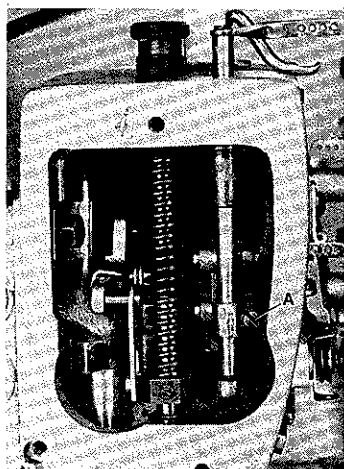
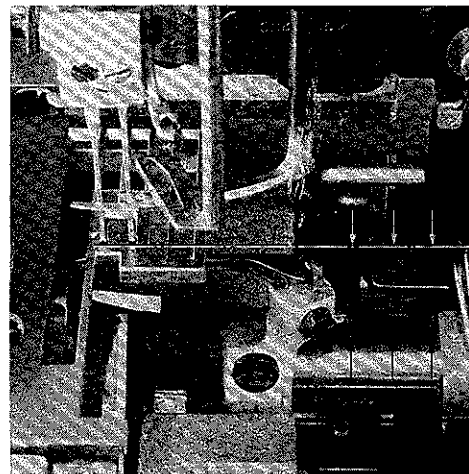
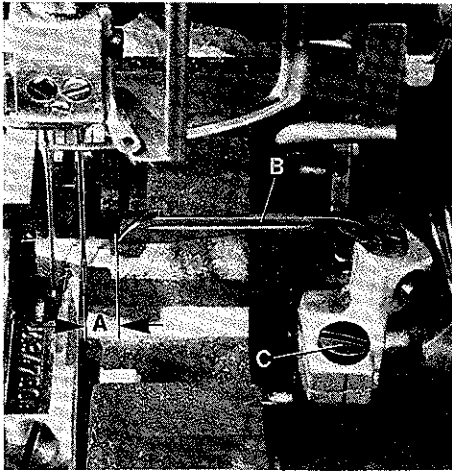
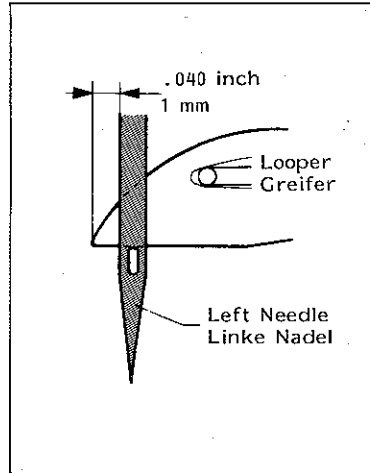

Fig.16
Fig.17
Fig.18
Fig.19
3. Loosen screw (A, Fig. 16) and turn needle bar as required, so the needles center in the needle holes of throat plate and are parallel to the looper shaft (see Fig. 17). This can be checked by holding a ruler against the needles.
4. Retighten screw (A, Fig. 16).
Turn the pulley until the looper (B, Fig. 18) is at its farthest position to the right. In this position the distance (A, Fig. 16) from the center of the right needle to the point of looper should be 4,8 mm (3/16 in.) on the two-needle 8, 10 and 12 gauge styles and 4,0 mm (5/32 in.) on the three-needle 16 gauge styles. Looper gauges No. 21225-3/16 and No. 21225-5/32 can be used advantageously in making this setting.
The height of needle bar is correct, when the looper point at its travel from right to left is 1 mm (.040 in.) left of the left needle (see Fig. 19) and the top of the needle eye is flush with the underside of the looper. For adjustment loosen screw (A, Fig. 16) and move needle bar up or down as required. Retighten screw (A).
\* The needle bar can also be aligned and set to height without removing the Metering Device. For this, remove plug (Q, Fig. 57) in the head cover plate to have access to screw (A, Fig. 16) in the needle bar connection. Remount the plug.
3. Lösen Sie die Schraube (A, Fig. 16) und drehen Sie die Nadelstange so, daß die Nadeln mittig in die Stichlöcher der Stichplatte einstechen und parallel zur Greiferwelle stehen (siehe Fig. 17). Dies kann durch Anlegen eines Lineals an die Nadeln geprüft werden.
4. Ziehen Sie die Schraube (A, Fig. 16) wieder an.
Drehen Sie am Handrad bis der Greifer (B, Fig. 18) in seiner rechten Einstellung ist. In dieser Stellung muß der Abstand (A, Fig. 18) zwischen Mitte rechter Nadel und Greiferspitze 4,8 mm (3/16 in.) bei den Zweinadel 8, 10 und 12 gauge Maschinen und 4,0 mm (5/32 in.) bei den Dreinadel 16 gauge Maschinen sein. Die Greifereinstelllehren Nr. 21225-3/16 und Nr. 21225-5/32 erleichtern diese Einstellung.
Die Nadelstangenhöhe ist richtig eingestellt, wenn die Greiferspitze bei ihrem Weg von rechts nach links 1 mm links der linken Nadel steht (siehe Fig. 19) und Oberkante Nadelöhr und Unterkante Greifer in gleicher Höhe stehen. Lösen Sie für diese Einstellung die Schraube (A, Fig. 16) und schieben Sie die Nadelstange nach Bedarf nach oben oder unten. Ziehen Sie die Schraube (A) wieder an. Beachten Sie, daß bei dieser Einstellung die Nadelstange nicht verdreht wird.
\* Die Nadelstange kann auch ohne Abbau der Zumeßeinrichtung (Metering Device) ausgerichtet und auf die Höhe eingestellt werden. Entfernen Sie dazu den Verschlußstopfen (Q, Fig. 57) in der Kopfdeckelplatte, damit die Schraube (A, Fig. 16) im Nadelstangen-Mitnehmer zugänglich wird. Montieren Sie den Verschlußstopfen wieder.
For adjustment loosen clamp screw (C, Fig. 18) and rotate the looper holder as required. Retighten the clamp screw. Always check the looper gauge setting after setting the looper to back of the needle, and conversely, always check the setting of the looper to the back of the needle after setting the looper gauge.
Zur Einstellung lösen Sie die Pratzschraube (C, Fig. 18) und verdrehen den Greiferhalter entsprechend. Ziehen Sie die Schraube wieder an. Überprüfen Sie immer den Greiferabstand nachdem Sie den Greifer zur Nadelrückseite eingestellt haben und umgekehrt, prüfen Sie immer die Stellung des Greifers zur Nadelrückseite, wenn Sie den Greiferabstand eingestellt haben.